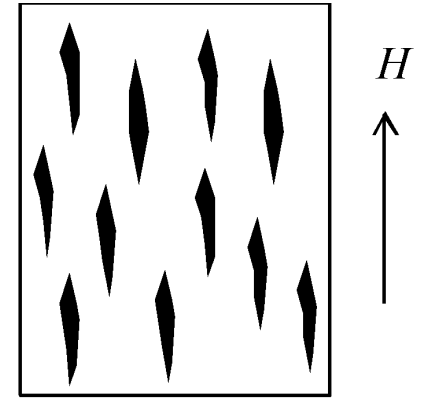

Рис. 3.24. Распределение пластинчатых выделений магнитной фазы под воздействием сильного магнитного поля
**Магнитная текстура** создается способом охлаждения высококоэрцитивного сплава из расплавленного состояния в сильном магнитном поле с напряженностью  $H=150...300 \text{ кА/м}$ . В результате достигается упорядоченность пластинчатых выделений сильномагнитной фазы (рис. 3.24). Этот метод эффективен, например, для сплавов, содержащих кобальт.